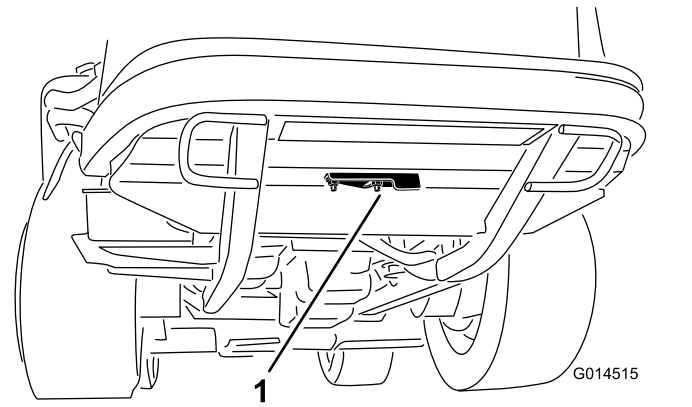

Figure 42
2. Desserrez l'écrou à embase qui fixe le couvercle de nettoyage à la face inférieure du cadre arrière (Figure 42). Faites pivoter le couvercle sur le côté pour exposer le trou de nettoyage dans le cadre.